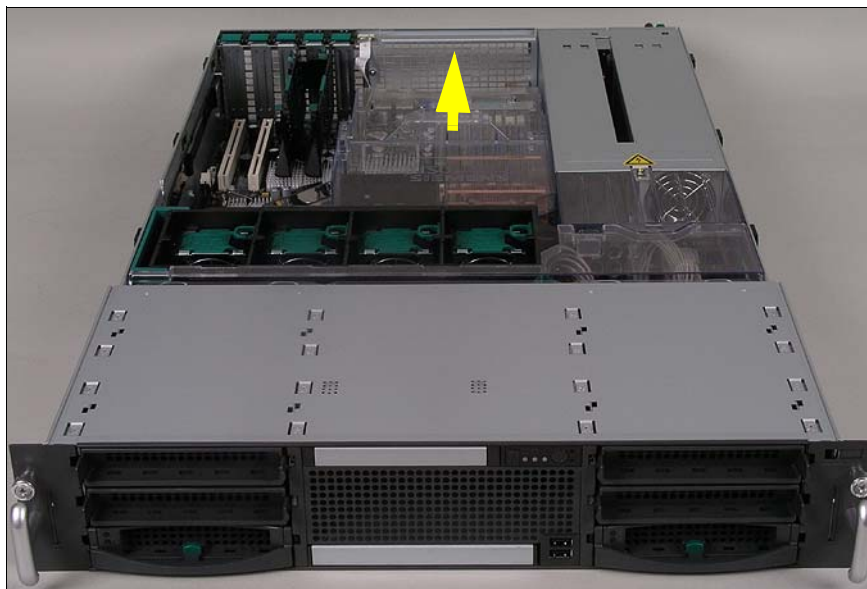

Bild 8: Luftführung über Hauptspeicher und Prozessoren entfernen
- ▶ Entfernen Sie die Luftführung über dem Hauptspeicher und den Prozessoren (siehe Bild 8 auf Seite 28).